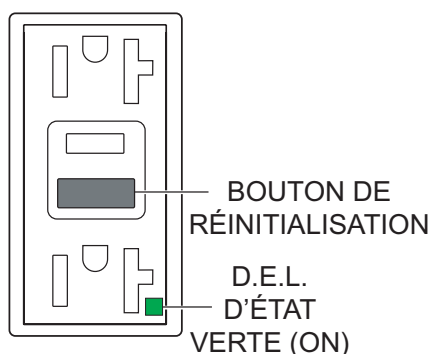

Figure 78. Réceptacle GFCI (ON/Restauration)
5. Appuyez sur le **bouton RESET** (Figure 78) pour rétablir l'alimentation de la prise GFCI et vérifier que le voyant d'état est **ALLUMÉ (VERT)**.